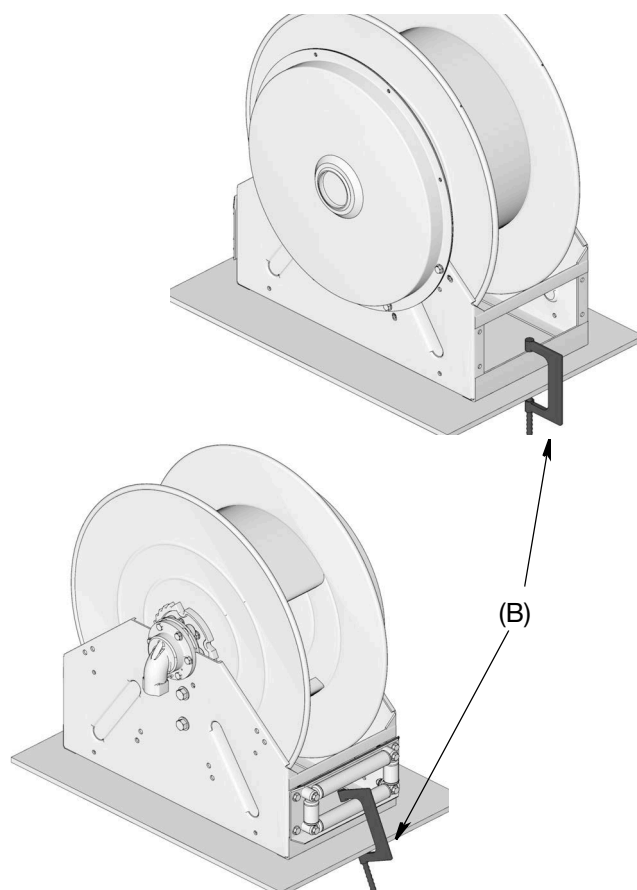

Рис. 5
1. Если катушка для шланга не установлена в зафиксированном положении, используйте 2 большие зажимные скобы (B) (одну с передней стороны и одну с задней стороны), чтобы зафиксировать катушку на плоской поверхности (Рис. 5). Накройте ветошью нижний ролик и заднюю раму, чтобы обеспечить защиту их поверхностей от повреждения при затягивании зажимных скоб.